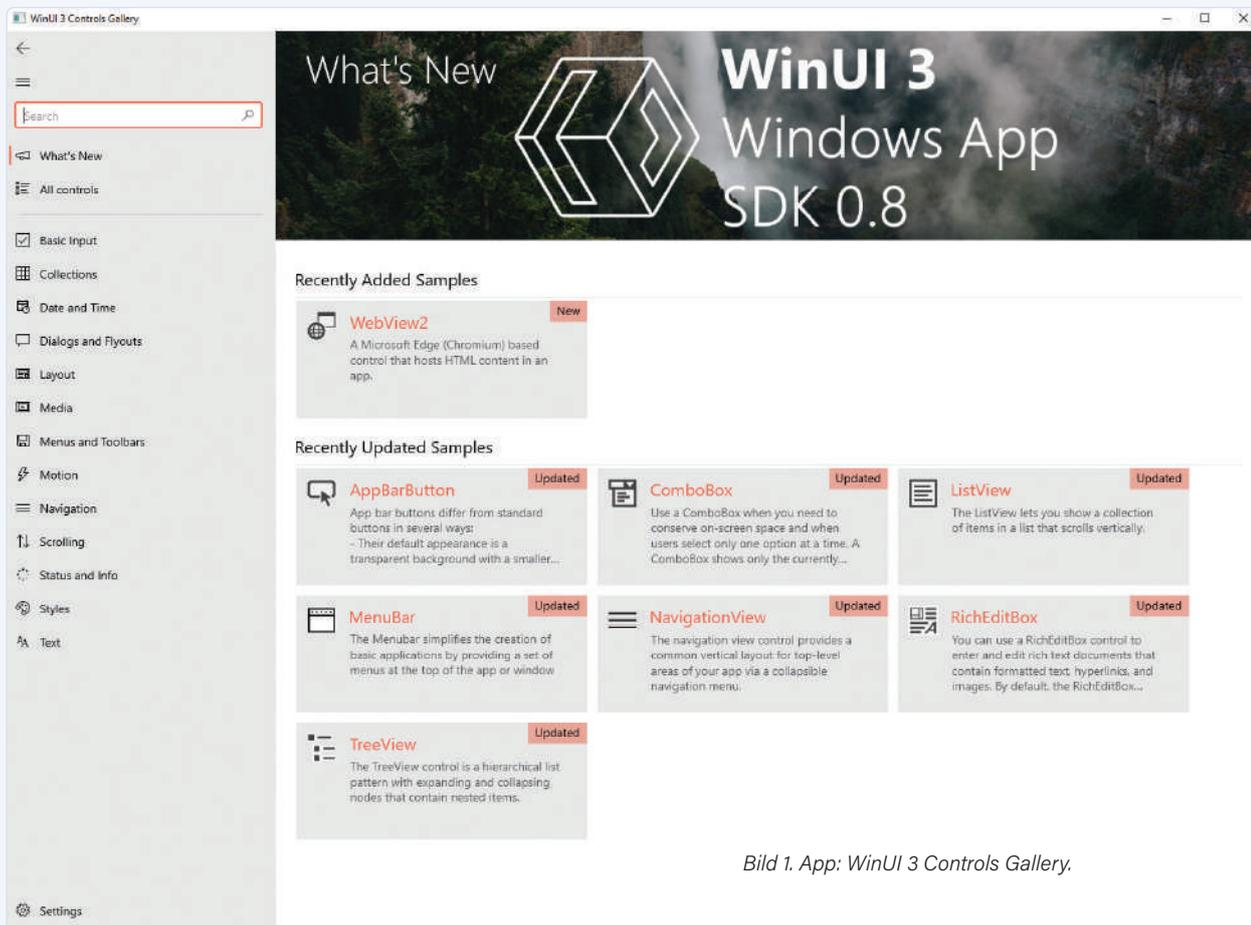

Bild 1. App: WinUI 3 Controls Gallery.
- **Steuerelemente für die Gestaltung:** Es steht eine Palette von Steuerelementen zur Gestaltung der Oberfläche zur Verfügung. Darunter sind Basiselemente wie Buttons und Texteingabefelder, aber auch komplexere und modernere Elemente, wie ein Kalendersteuerelement, eine WebView oder ein Element zur Anzeige von Personendaten, wie wir es zum Beispiel bei einer Nutzerverwaltung benötigen. Sie möchten einen Überblick über die verfügbaren Steuerelemente bekommen? Dann wechseln Sie in den Microsoft Store. Laden Sie dort die App *WinUI 3 Controls Gallery* herunter. Bei dieser App handelt es sich um eine Vorschau der verfügbaren Steuerelemente für WinUI 3. Es wird deren Verwendung (Use Case) und die Einbindung im Quellcode (XAML) demonstriert. Ebenso findet man entsprechende Links zur Dokumentation (**Bild 1**).